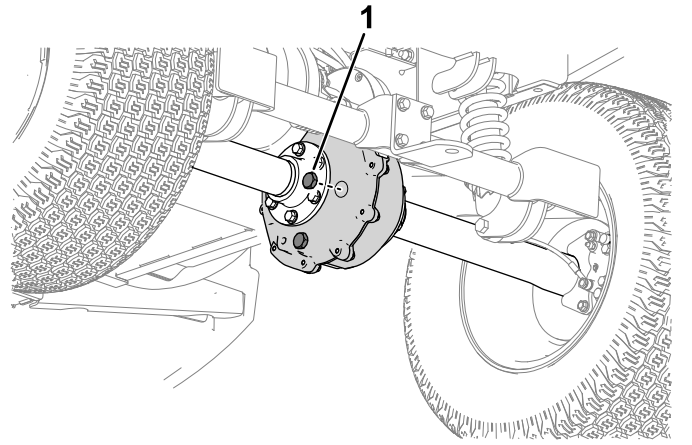

Figura 46
- Tire o tampão de enchimento do conjunto eixo-transmissão (Figura 46).
- Se o nível de fluido estiver baixo, retire o tampão de enchimento e adicione o fluido indicado em [Substituição do fluido do eixo-transmissão \(página 40\)] especificado até sair pelo furo (Figura 46).